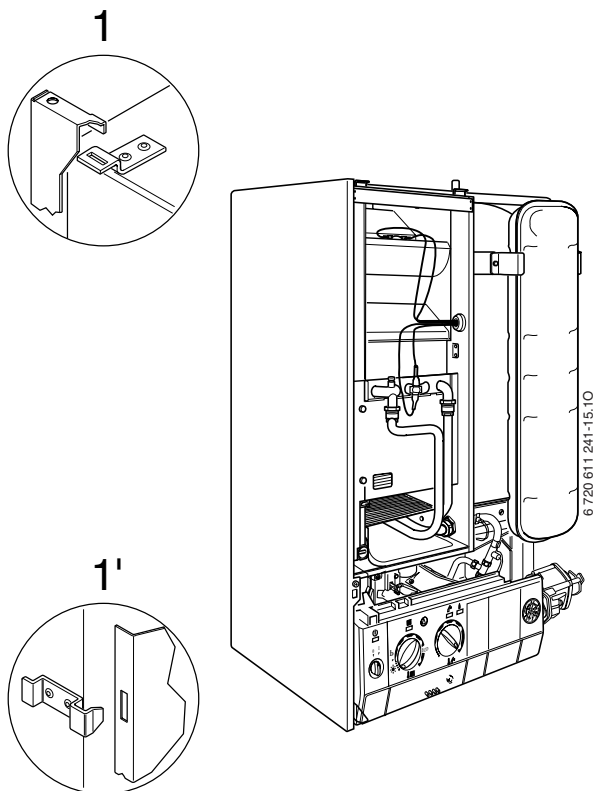

Fig. 12
- ▶ Introduza os ganchos da tampa esquerda nos furos, que se encontram na parte superior (1), e introduza também o gancho situado no lado inferior (1') esquerdo (junto ao caixilho) no furo que se encontra do lado esquerdo (junto à parede). Siga a fig. 12.